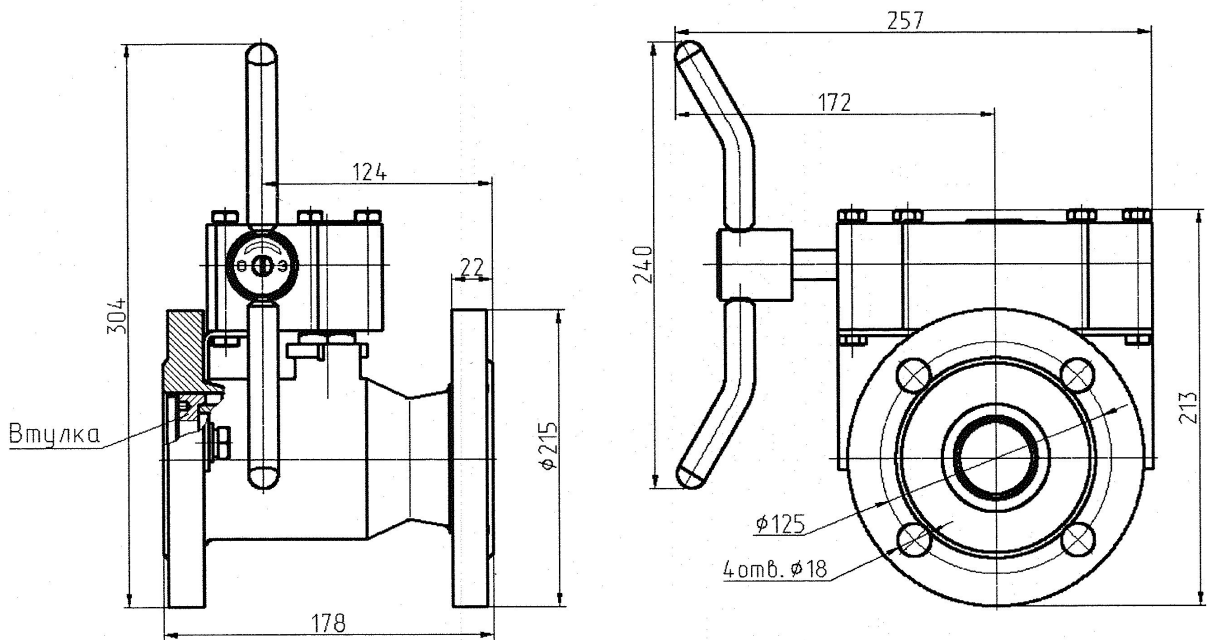

Рисунок 1
7.4 Подтяжку втулки (рисунок 1) для достижения герметичности производить закрытом положении затвора (рукоятка должна дойти до упора).